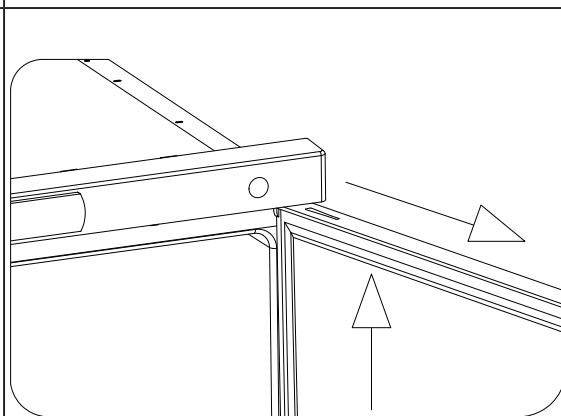

Рисунок 4
3. Движением вверх и на себя (см. рис. 4) снимите дверь.